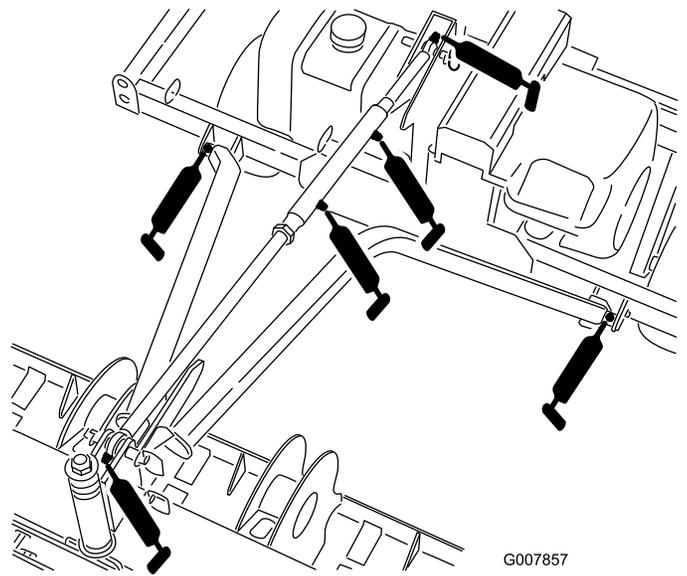

Bild 40
- Zugrahmen, Anzahl 2 (Bild 40)